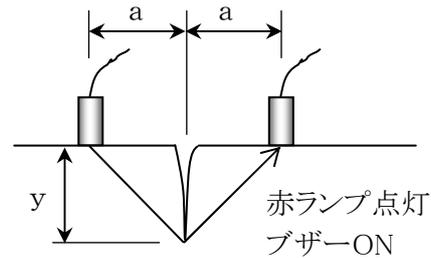

図2 $y \leq a$
- ⑥この位置でセンサーからひび割れまでの距離 a をスケールで実測します。
- ⑦ a がひび割れ深さ y です。 $y=a$ (図2)